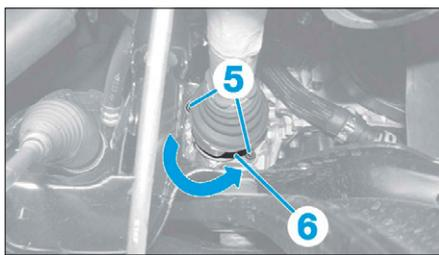

FIG. 4
- Dévisser les 2 vis (5) sans les déposer (Fig.4).
- Pivoter le jonc d'arrêt (6) selon la flèche.